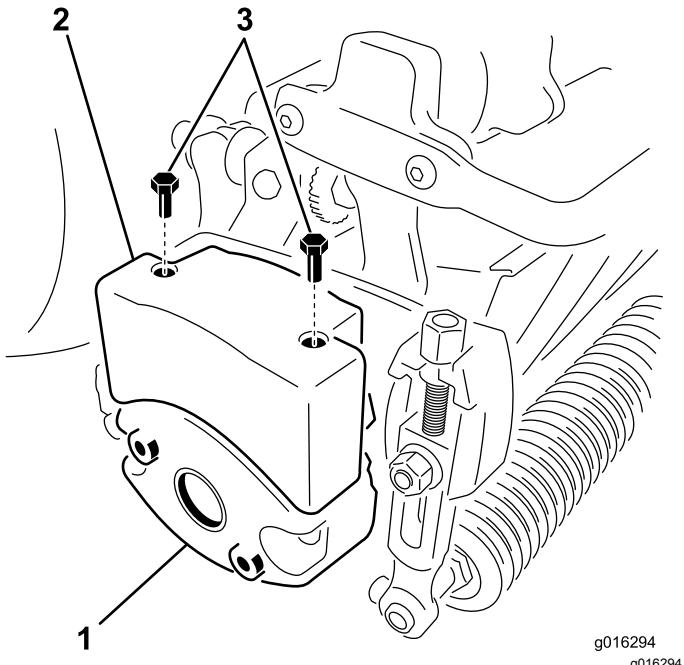

Bild 10
4. Nehmen Sie die zwei Schrauben ab, mit denen der Ballast an der Seite des Mähwerks befestigt ist (Bild 10).
6. Befestigen Sie den oberen Ballast mit zwei Sechskantschrauben am Mähwerk (**Bild 10**).